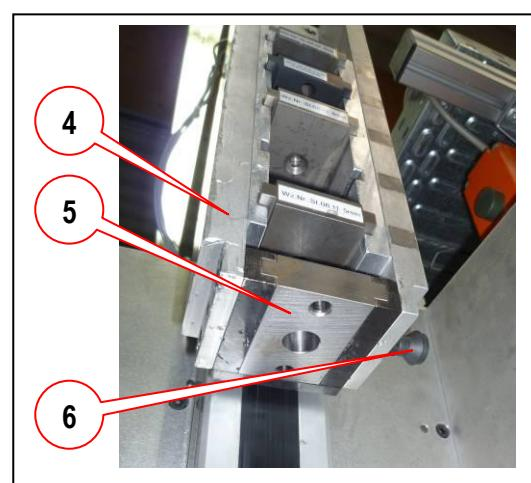

Bild 2
- Ausrichtplatte (5) in die Aufnahme (4) der Fügeeinheit einsetzen und mit dem Arretierbolzen (6) verriegeln (**Bild 2**).